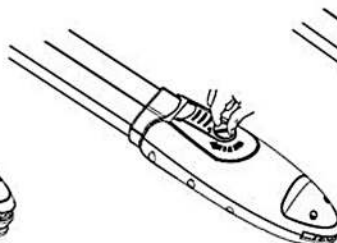

Figura 25
- 2) Empuje la parte de liberación hasta el final. Véase la **Figura 25**.